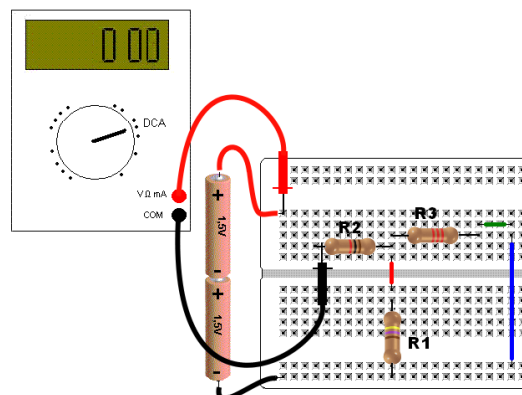

Figura 8: Medindo a corrente parcial em R2 devido a E1
- 3 Retire a bateria de 9 V e no seu lugar coloque um fio conforme Figura 8. Meça a corrente em R2 devido ao gerador E1 (3 V). Anote o valor medido na tabela 1 como I_{2E1} .